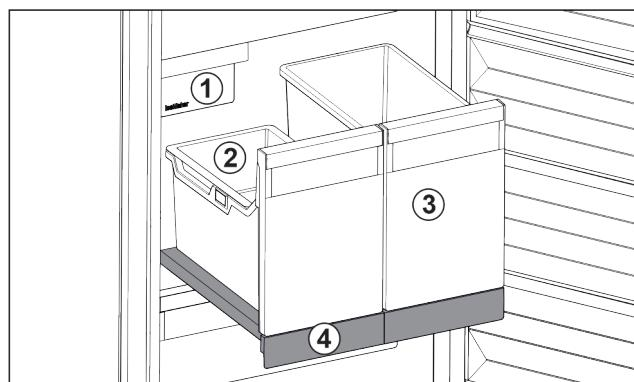

Fig. 79 Vyťahovacia polička s IceTower
Na vyťahovacej poličke sú dve vysoké nádoby (IceTower). V nádobe Fig. 79 (2) sa hromadia a skladujú kocky ľadu z IceMaker. Nádoba Fig. 79 (3) sa hodí na skladovanie vysokých potravín, ako sú pizze alebo alkoholické nápoje.